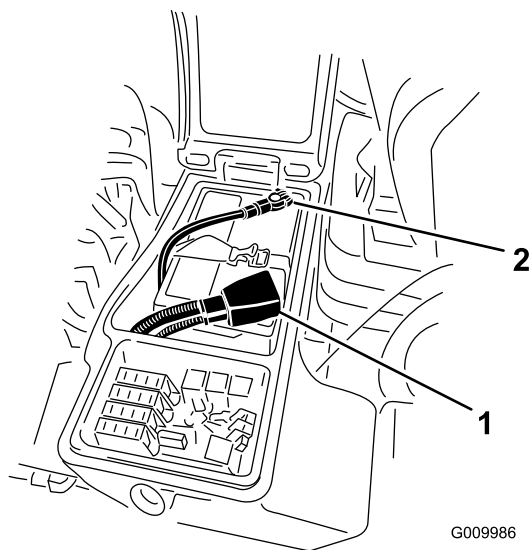

図 52
6. 赤いケーブルをバッテリーの端子に、黒いケーブルはバッテリーの端子に固定する 図 52